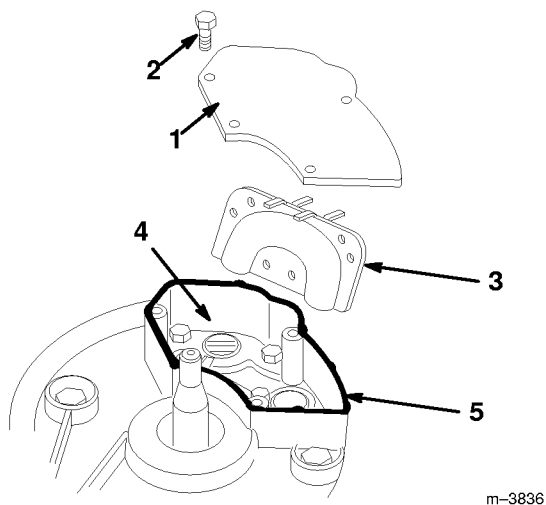

Figure 33
6. Retirer les 4 vis de fixation du couvercle au support du moteur (Fig. 33).
7. Déposer le tube de transfert (Fig. 33).
8. Faire tourner lentement le vilebrequin jusqu'à ce que le piston couvre l'orifice d'échappement (Fig. 33).
12. Poser un cordon de silicone d'étanchéité automobile haute température sur tout le bord du support du moteur, là où s'appuiera le couvercle (Fig. 33).
13. Remonter le tube de transfert et le couvercle (Fig. 33), et serrer les 4 vis à 75 in lbs (8,5 N·m).